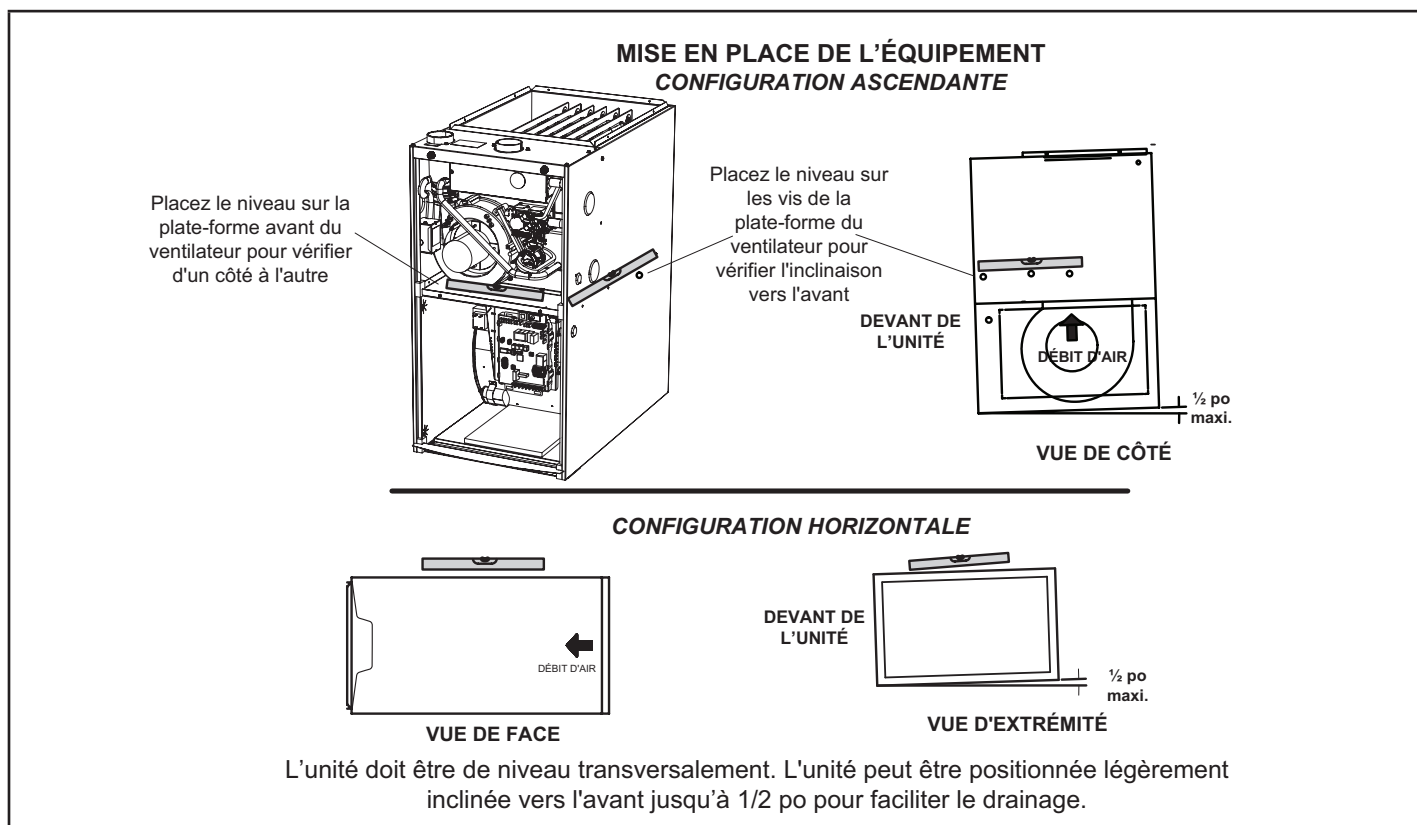
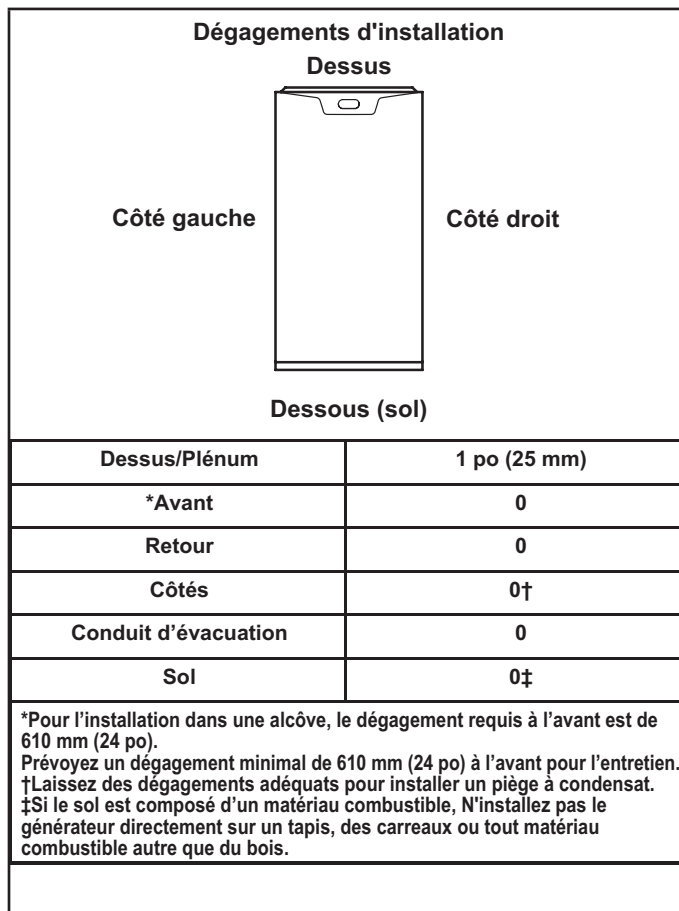
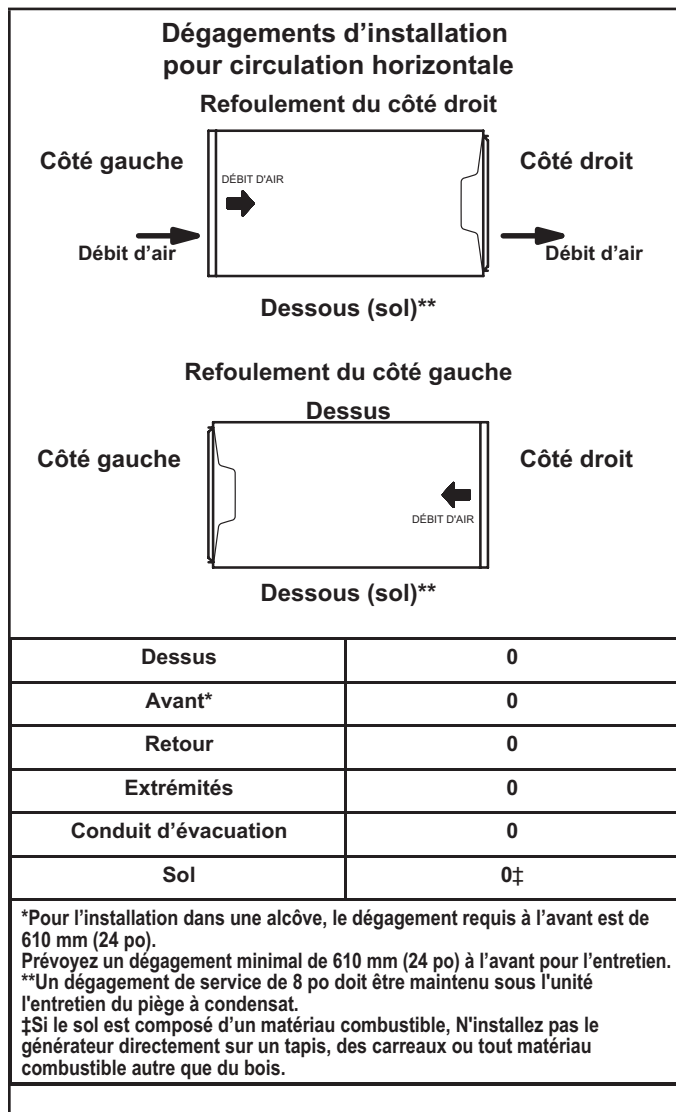

FIGURE 5
FIGURE 10
FIGURE 11
Cet appareil de chauffage est conçu pour être installé avec les dégagements de protection des matériaux combustibles qui figurent sur la plaque signalétique de l'appareil et au tableau des FIGURE 10 et FIGURE 11. Les dégagements d'accessibilité et d'entretien doivent avoir préséance sur les dégagements de protection incendie.
Le générateur d'air chaud au gaz SLP99UHVK est livré prêt à être installé pour une configuration ascendante. Reportez-vous à la FIGURE 10 pour les dégagements nécessaires. Sélectionnez un emplacement qui permet d'obtenir les dégagements indiqués sur la plaque signalétique. Il faut aussi tenir compte des raccordements à la canalisation de gaz, à l'alimentation électrique, au conduit d'évacuation, de purge et de drainage du condensat, et des dégagements nécessaires pour l'installation et l'entretien [24 po (610 mm) à l'avant de l'unité]. **L'unité doit être de niveau latéralement. L'unité doit être positionnée avec une légère pente de 1/2 po maximum vers l'avant pour faciliter le drainage. Reportez-vous à la FIGURE 5.**
Prévoyez des dégagements par rapport aux matériaux combustibles qui figurent sur la plaque signalétique de l'unité. Les dégagements minimaux pour installation dans un placard ou une alcôve sont indiqués aux FIGURE 10 et FIGURE 11.
Le SLP99UHVK peut être installé en configuration horizontale avec refoulement de l'air à droite ou à gauche. Reportez-vous à la FIGURE 11 pour les dégagements prescrits pour les configurations horizontales
- 1 - Sélectionnez l'emplacement de l'unité en tenant compte des dégagements d'entretien et des autres dégagements nécessaires. Reportez-vous à la FIGURE 11.